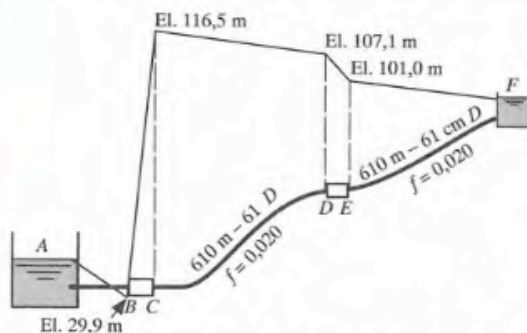

Figura 8.10.
- 8.72. La bomba *BC* transporta agua hasta el depósito *F* y en la Figura 8.10 se muestra la línea de alturas piezométricas. Determinar